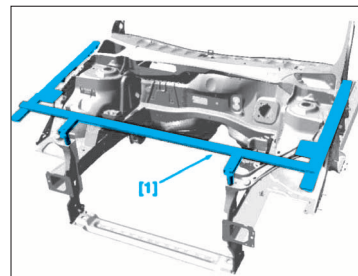

FIG. 13
- [1] Gabarit de positionnement (Fig.13).